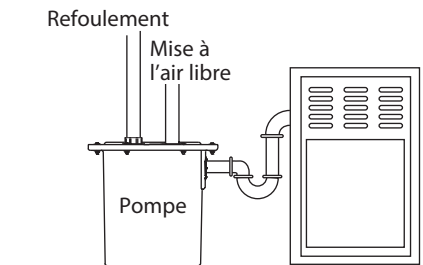

Figure 8 – Installation type pour évacuer les condensats des climatiseurs ou l'eau des déshumidificateurs
1. Brancher le tuyau d'arrivée dans l'ouverture, comme il est illustré. Appliquer du composé résistant aux variations de température (RTV) ou du ruban d'étanchéité en PTFE pour filetage sur les filets pour les rendre étanches. Se reporter aux Figures 8, 9 et 10 des pages 4 et 5 pour les installations types du système.